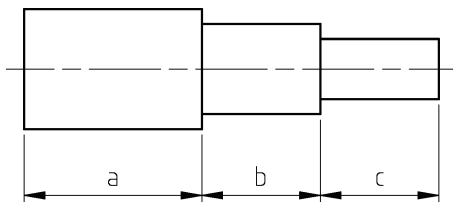

图 1-20 链状法标注尺寸的零件图
① 链状法。链状法是把尺寸依次注写成链状。在机械制造中，链状法常用于标注若干相同结构之间的距离、阶梯状零件中的尺寸要求十分精确的各段以及用组合刀具加工的零件，如图 1-20 所示。